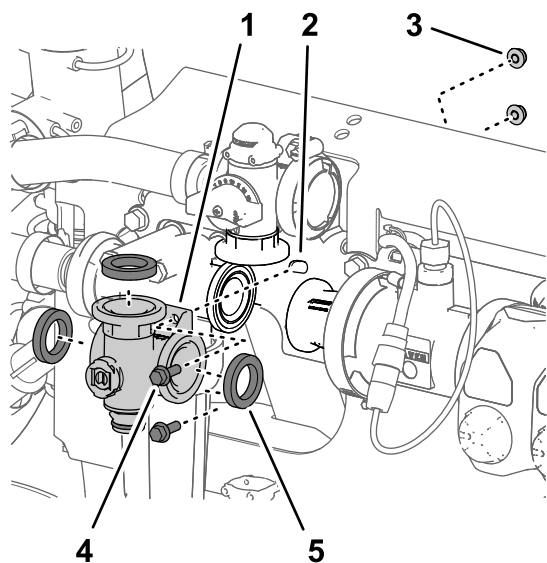
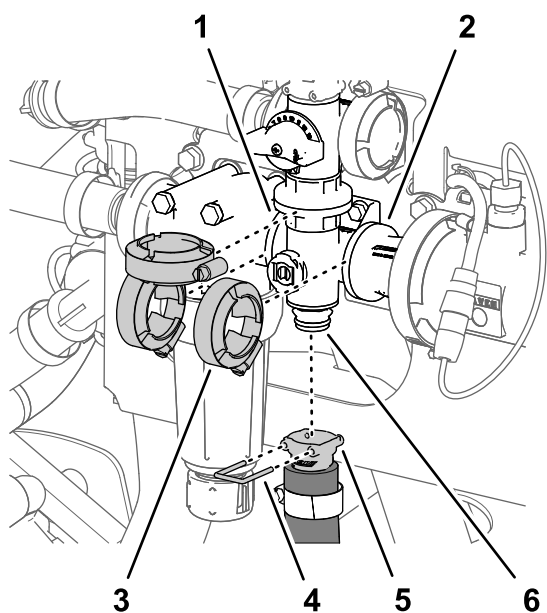

Рисунок 126
Рисунок 127
- Совместите фланец коллектора клапана перемешивания и 3 прокладки с фланцами перепускного клапана перемешивания, головки фильтра линии нагнетания и переходного соединителя (Рисунок 126 и Рисунок 127).
перемешивания, головке фильтра линии нагнетания и переходному соединителю (Рисунок 127) с помощью 3 фланцевых хомутов, снятых при выполнении действий, описанных в разделе Демонтаж коллекторного клапана перемешивания (страница 96).
5. Затяните 3 фланцевых хомута от руки (Рисунок 127).
6. Установите быстроразъемный соединитель шланга перемешивания на быстроразъемный штуцер коллектора клапана перемешивания при помощи штифта быстроразъемного соединения (Рисунок 127).